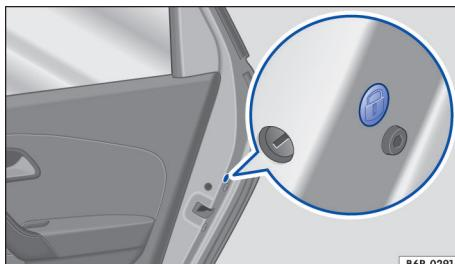

Fig. 49 Na porta traseira: travamento de emergência, coberto por uma vedação de borracha.
- Remover a vedação de borracha na lateral da porta. A vedação está identificada por um círculo com um ponto → Fig. 49.